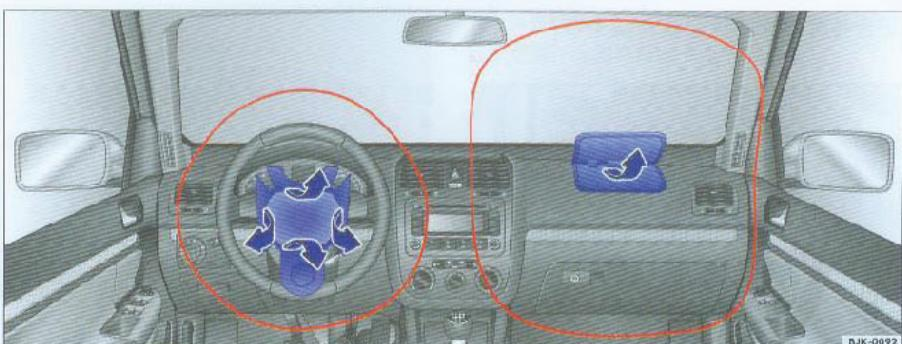

图20 前排正面安全气囊作用范围
上图红色线框内的区域是前排正面安全气囊作用范围 ⇒ 图20。该区域内不得放置任何物品 ⇒ !。
触发安全气囊时方向盘和仪表板上的安全气囊罩盖随即打开 ⇒ 图20。但罩盖仍连在方向盘和仪表板上。
- 切勿将诸如留言板和电话架等物品安装在前排乘员正面安全气囊上方的风窗上 ⇒ 图20，否则，气囊触发时，物品将飞越整个车厢，砸伤乘员！